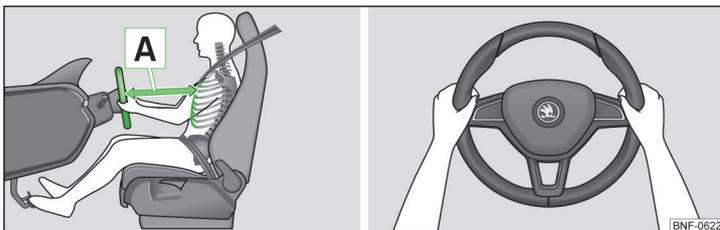

Fig. 1 Position assise correcte du conducteur/Bonne position du volant
- ✓ Ajustez le volant de façon à ce que la distance **D** entre le volant et le buste soit de 25 cm au moins » fig. 1.
- Pendant la conduite, maintenez le volant latéralement des deux mains sur le bord extérieur dans les positions « 9 » et « 3 » heures » fig. 1. Ne jamais tenir le volant en position « midi » ou de toute autre manière (par exemple au milieu du volant ou sur la partie interne). Sinon, le déclenchement de l'airbag du conducteur risque de provoquer de graves blessures aux bras, aux mains et à la tête.